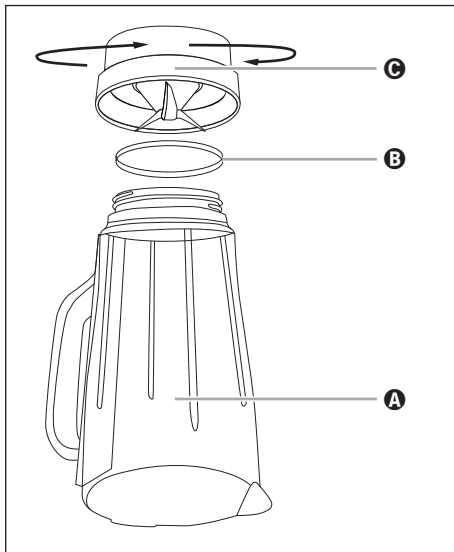

Bild 4
- 2) Vänd på produkten och vrid mixerbehållarens ③ plastdel Ⓒ motsols tills den lossar från mixerbehållarens ③ glaskanna Ⓐ (se bild 4).
- 6) Sätt tillbaka tätningsringen Ⓑ i plastdelen Ⓒ igen, om den tagits av. Sätt sedan tillbaka mixerkannans ③ plastdel Ⓒ på mixerbehållarens ③ glaskanna Ⓐ och vrid plastdelen Ⓒ medsols tills den sitter fast.